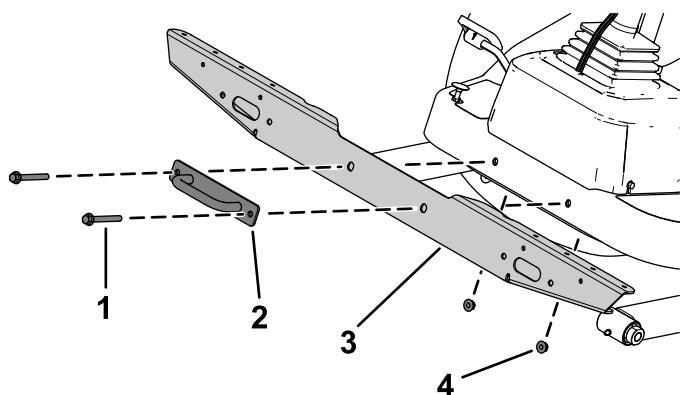

Figura 18
2. Fije el soporte transversal de las luces en la plataforma con los pernos, las tuercas y la placa de amarre que retiró anteriormente (Figura 18).